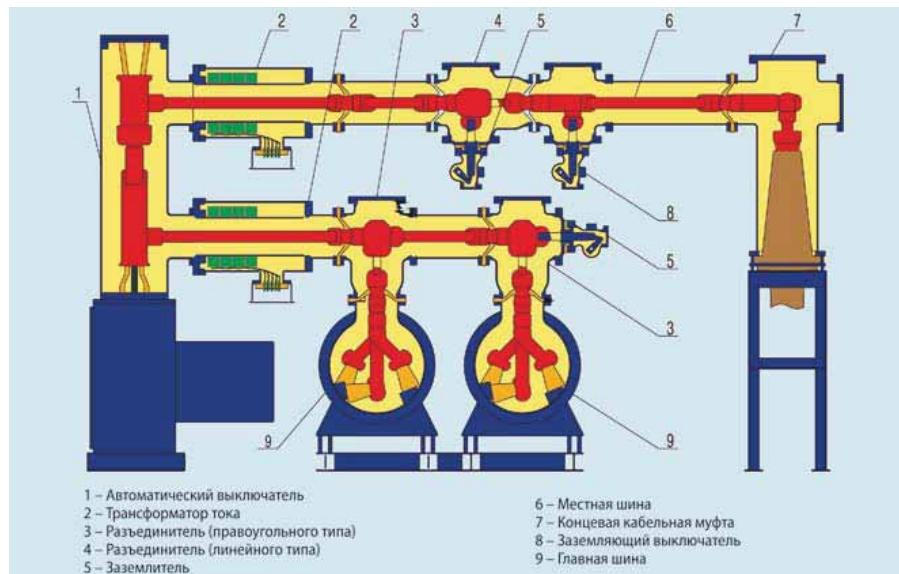

Рис. 3.1 Одна секция КРУЭ в разрезе
3.1 Все элементы КРУЭ имеют стандартную модульную конструкцию, при их компоновке применяется принцип агрегатирования, благодаря чему устройство в целом имеет компактную структуру (см. рис. 3.1).